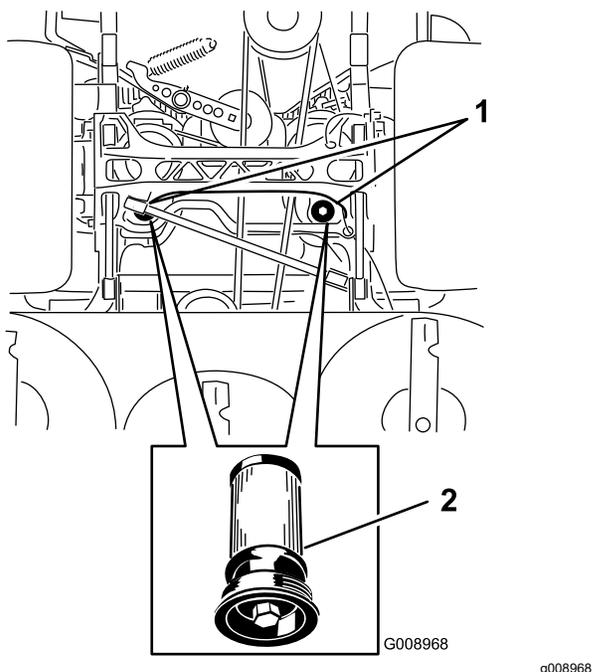

Рисунок 101
5. Поместите сливной поддон под фильтр, снимите старый фильтр и дочиста протрите поверхность (Рисунок 101).
6. Нанесите тонкий слой гидравлической жидкости на резиновую прокладку нового фильтра (Рисунок 101).